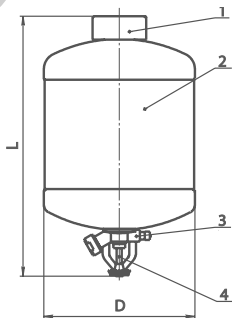

Рис. 1
8. Габаритные размеры (см. рисунок 1), мм, не более